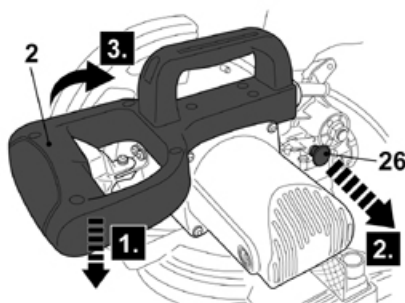

Fig. 1
- > Pressione o manípulo de funcionamento (2) para baixo (Fig. 1, etapa 1) e puxe o parafuso de bloqueio (26) para fora (etapa 2) totalmente até ao batente.
- > Eleve o manípulo de funcionamento (2) até à sua altura total (etapa 3).